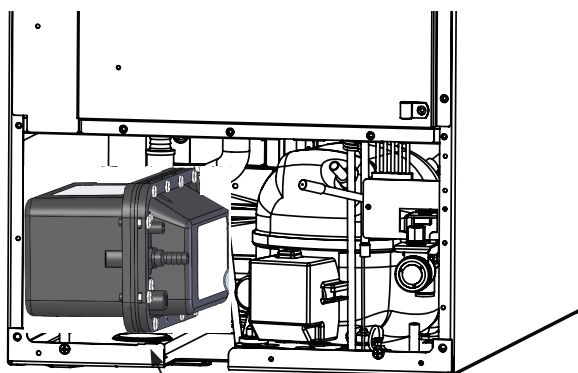

Figure 46
6. Faites pivoter la pompe de drainage et sortez-la de l'appareil à glaçons (Voir la Figure 46). Il peut être nécessaire de débrancher la liaison du fil de terre sur le rebord arrière de l'armoire (Voyez la Figure 42).